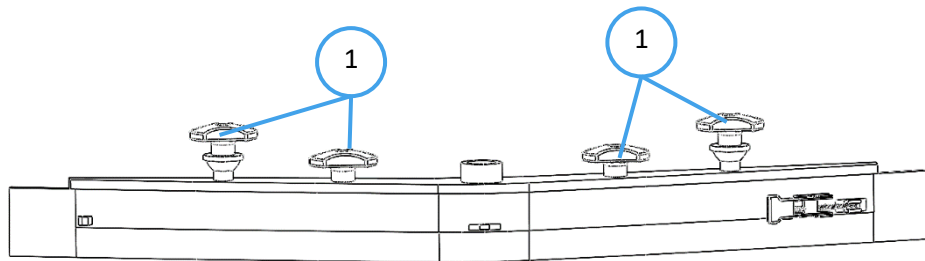

Fig. 1
1. Draai de 4 blauwe knoppen op de zuigmond los, zoals afgebeeld (Fig. 1).